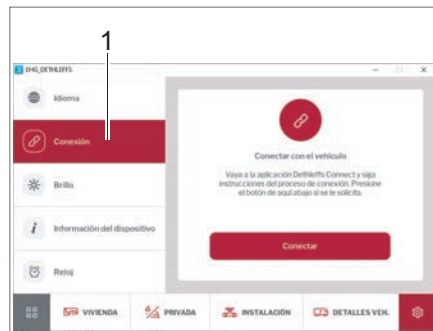

Fig. 266 Conexión
- Tocar en la opción *Conexión* (Fig. 266,1). Aparece un mensaje que explica cómo se puede conectar el dispositivo móvil al vehículo, consulte también el capítulo 9.17.1.